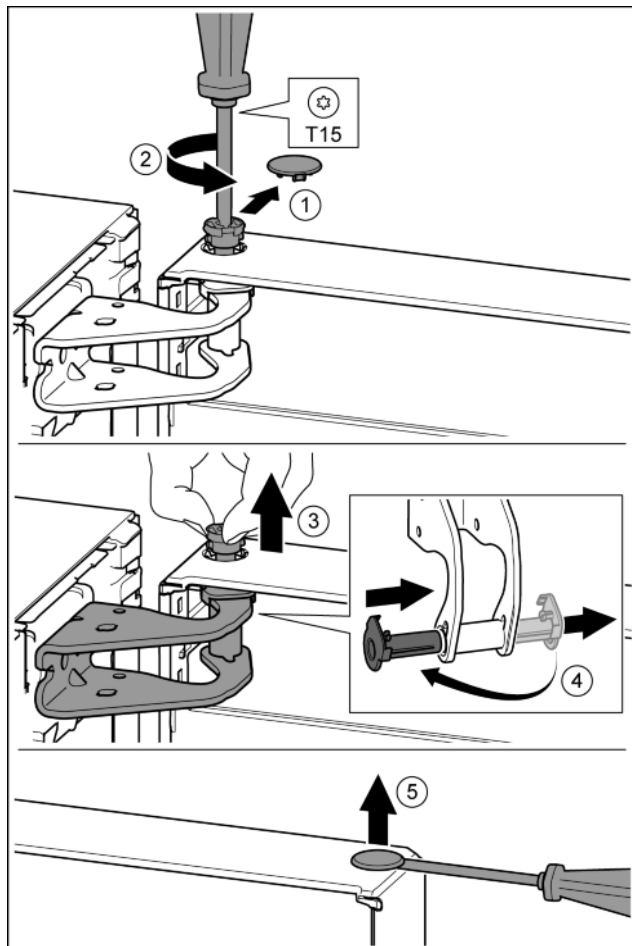

Fig. 12
- Bezpečnostní kryt opatrně stáhněte. Fig. 12 (1)
- Šroubovákem T15 o kousek vyšroubujte čep. Fig. 12 (2)
- Dveře držte a čep vytáhněte prsty. Fig. 12 (3)
- Vytáhněte ložiskové pouzdro z vedení. Vložte z druhé strany a zaklapněte. Fig. 12 (4)
- Plochým šroubovákem opatrně nadzvedněte zátku z ložiskového pouzdra dveří a vytáhněte ji. Fig. 12 (5)